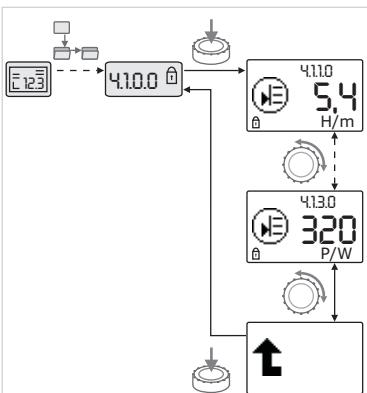

Fig. 46: Pozivanje informacija
- Okretanjem dugmeta za rukovanje podešiti stavke menija „Informacije“ trenutnog podmenija (vidi Fig. 46). Za objašnjenja podešavanja predstavljenih odgovarajućim simbolima, vidi tabelu u poglavlju 8.7 „Pregled stavki menija“ na strani 36.